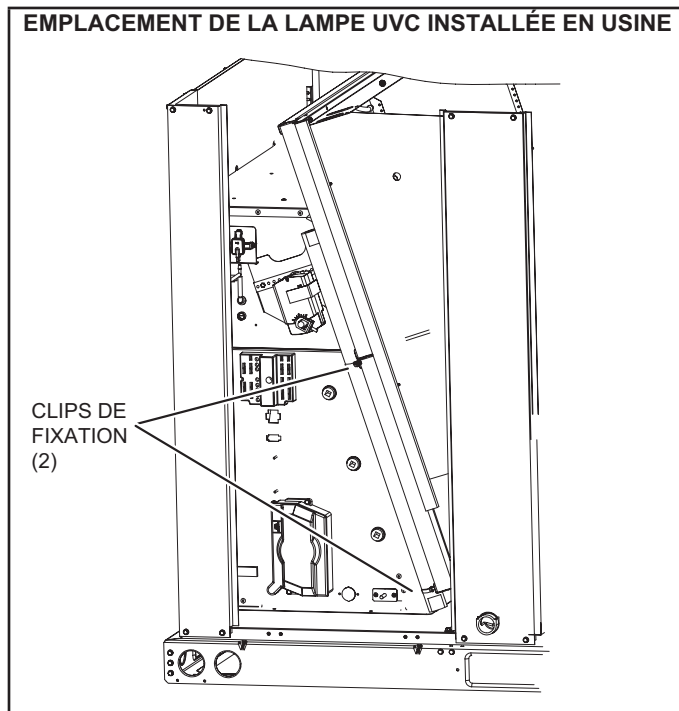

FIGURE 39
- 1 - Couper les serre-fils et retirer la lampe UVC attachée au porte-filtre. Voir FIGURE 39.